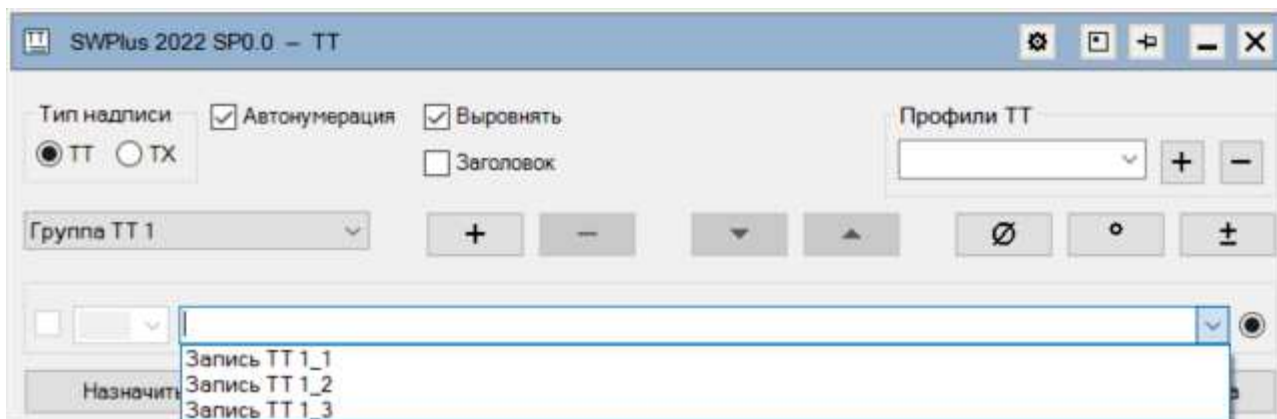

Рис. 54 – Выпадающий список с записями заданными в настройках для выбранной группы
- **Группа ТТ 1** - выпадающий список с группой ТТ или ТХ. Списки настраиваются в меню **Настройки SWPlus -> Списки -> Списки ТТ и ТХ**. Выберите нужную группу и в выпадающем списке для записей ТТ появится набор записей, соответствующий выбранной группе (рис. 54).